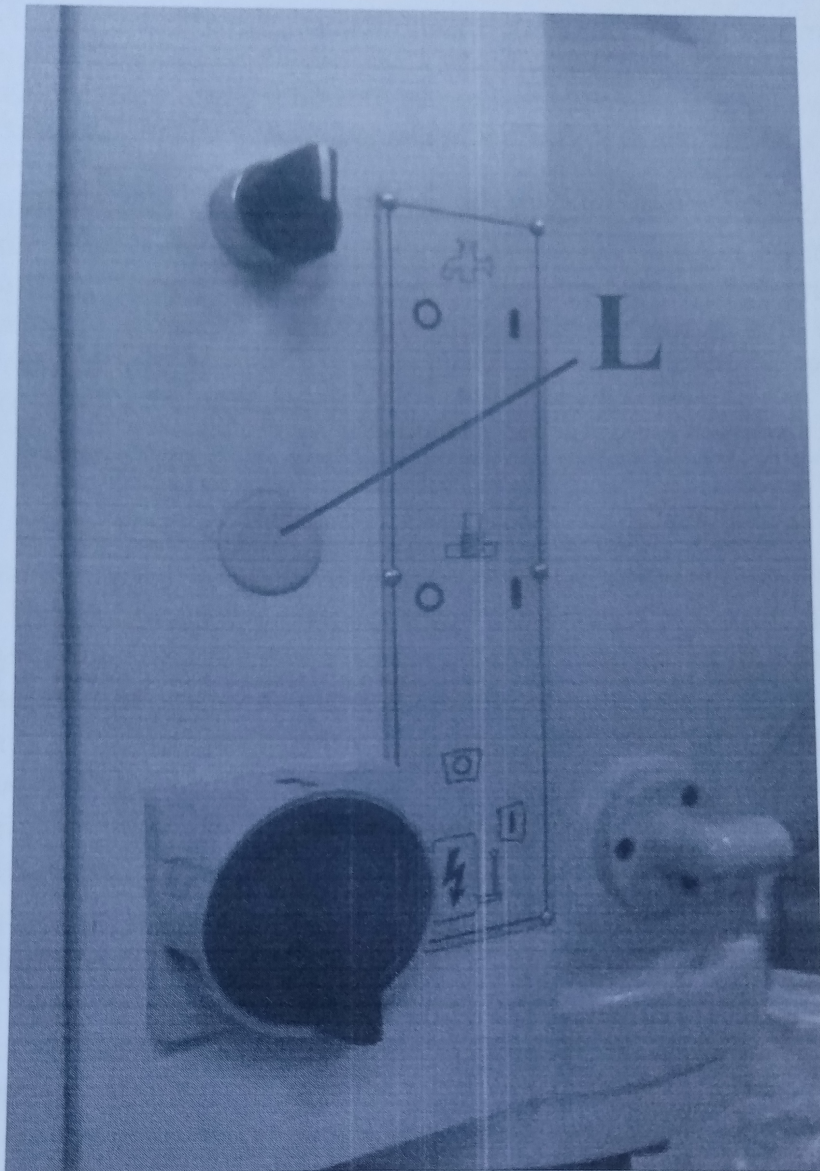

Рис. 13
5.6.6. Резьбонарезание (рис. 13).
На Рис.13 указано место для установки переключателя.